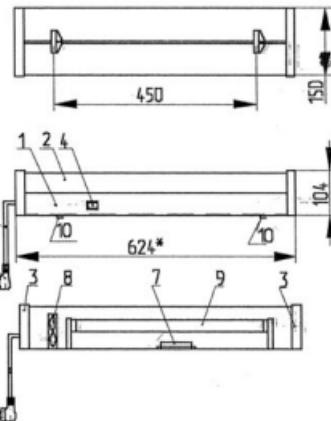

Рисунок 1
5.2. Облучатель (рис.1) состоит из основания - корпуса(1), крышки(2), боковин(3). В корпусе облучателя установлены сетевой выключатель (4). Сетевой шнур (5)- трехжильный с двухполюсной вилкой(6) с замыкающим контактом, РРА (7). На корпусе установлены узлы подвеса (10).